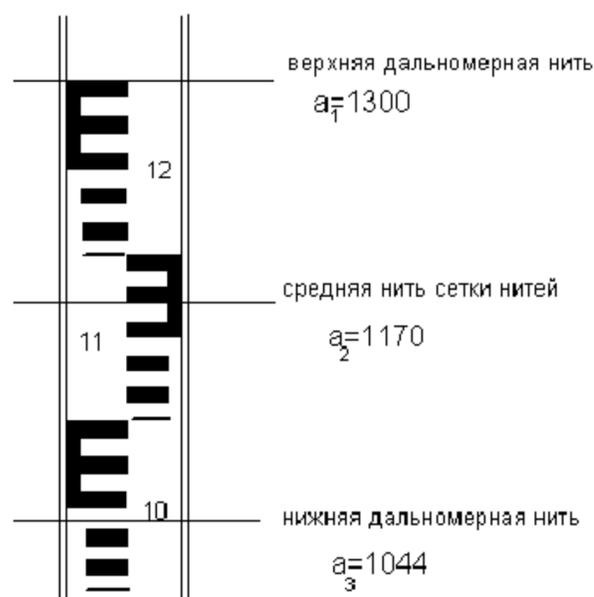

Рис. 2.12
- вычисление превышения и контроль на станции. Отсчёт по рейке записывается в мм (образец взятия отсчетов по средней нити на рис.2.12).
Вычисление превышения и контроль на станции. Отсчёт по рейке записывается в мм (образец взятия отсчетов на рис.2.12).